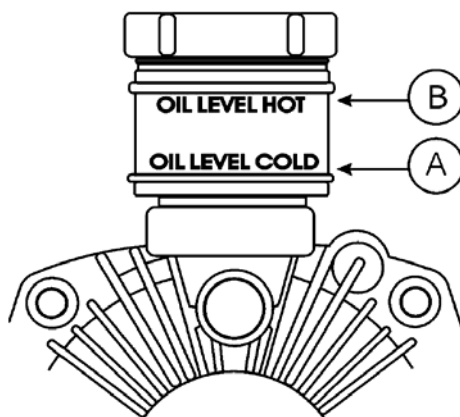

Рис. 12 Уровень жидкости в расширительном бачке гидротрансмиссии.
Проверка уровня производится в соответствии с рис. 12.
- Залейте в расширительный бачок жидкость вязкостью SAE 20W20 до уровня отметки  $\textcircled{A}$  рис. 12.